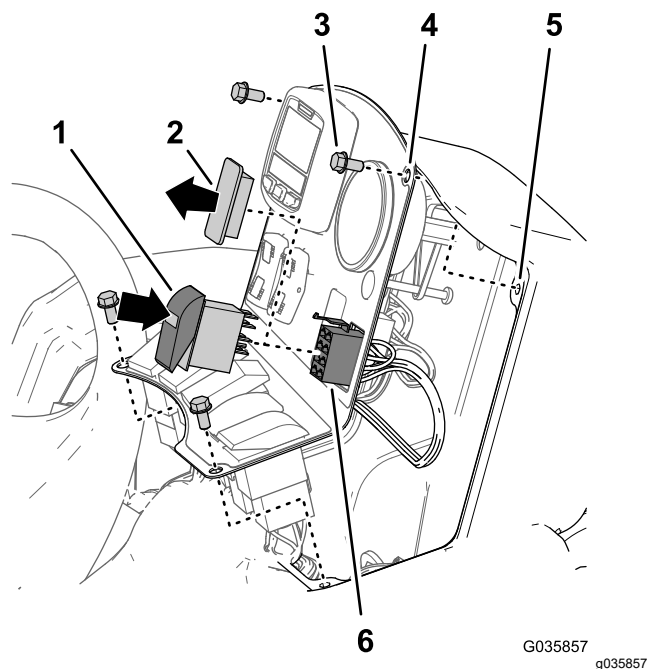

Figura 36
1. Dacă sunt montate, scoatei cele 4 uruburi cu guler ($\frac{1}{4} \times \frac{1}{2}$ ") care fixează panoul de comandă la consolă, aa cum se arată în Figura 36.
2. Îndepărtai capacul comutatorului de pe panoul de comandă al consolei (Figura 36).
3. Alinai conectorul cu 8 orificii al cablului setului de finisare a braului ultra sonic prin deschiderea din panoul de comandă (Figura 36).
4. Conectai conectorul cu 8 orificii al cablului setului de finisare a braului ultra sonic cu etichetă SONIC MODE MANUAL VS. AUTO (MOD SONIC MANUAL VS. AUTOMAT) la comutatorul culbutor (Figura 36).
5. Introducei comutatorul culbutor în deschiderea panoului de comandă până când comutatorul se fixează bine (Figura 36).
6. Alinai orificiile din panoul de comandă cu orificiile de la partea superioară a consolei (Figura 36).
7. Fixai panoul pe consolă cu uruburile (Figura 36) pe care le-ai îndepărtat la pasul 1.